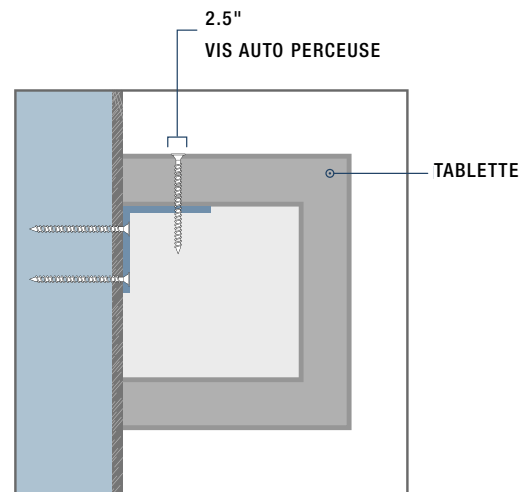

Figure 3: Montage de côté avec la tablette
5. À deux personnes, soulever la tablette et placer-la sur le support de tablette. Lorsqu'elle est centrée et juste contre le mur, placer une vis auto perceuse de 2 1/4" dans le trou central pré-percé sur le dessus de la tablette. Visser à travers le support de tablette jusqu'à ce que la tête de la vis soit juste avec le trou pré-percé. **Voir Figure 3**